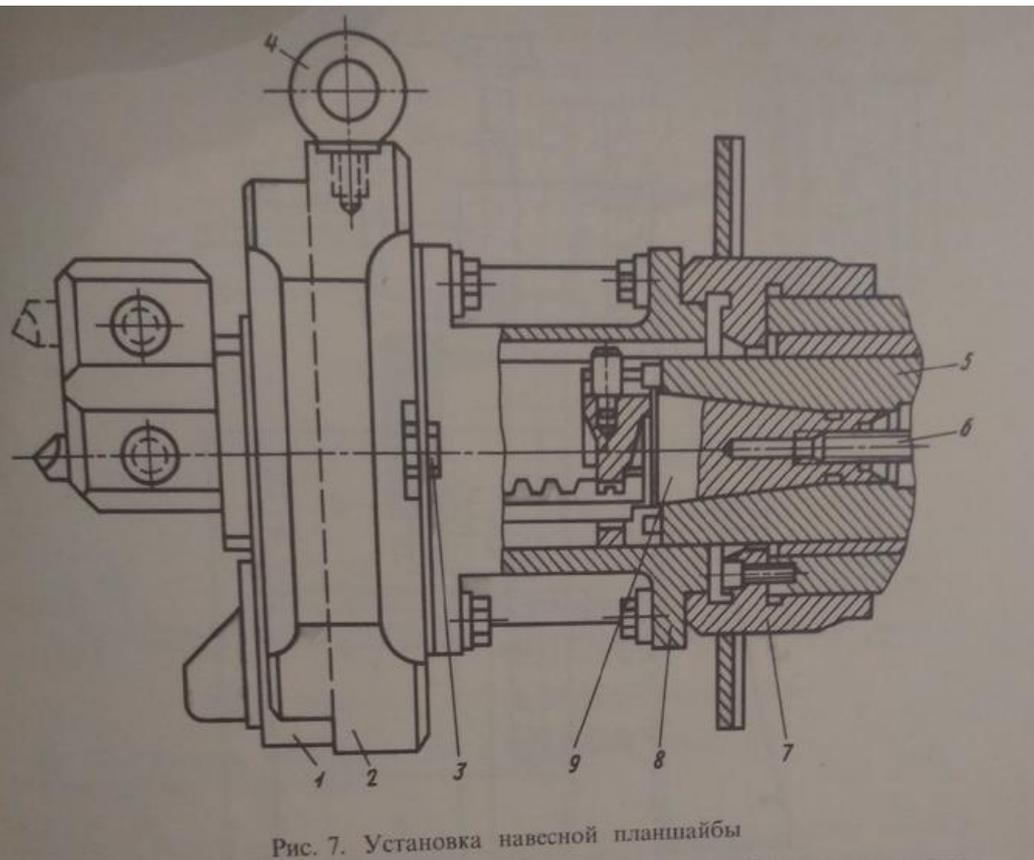

Рис. 7. Установка навесной планшайбы
2. Распечатать рис.7, 8, 9 вклеить в конспект лекций